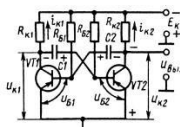

Рис.1.3
3. Показать по схеме мультивибратора с КБ связями (рис.1.3) путь прохождения тока при закрытом состоянии транзистора VT2. Начертить временную диаграмму $U_{k1}(t)$.